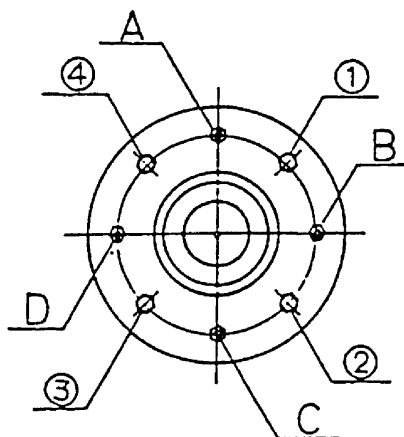

図 9-6
### 9.3.6 ドラムの芯出し調整 (図 9-6)
- ・ 主軸ベアリングケースを止めている取付けボルト及びナット 4 箇所(A～D)と、調整ボルト及びナット 4 箇所(①～④)で調整します。(図 9-6)
- ・ 例えば、ドラムの口金を機械正面より見て右に寄せたい場合、③、④と A,C,D のナットを少し緩め、③、④のボルトをドラムの口金を見ながら締め込みます。
- ・ 調整が終わったら、③、④と A,C,D のナットを締め込みます。
- ・ ベアリングケースをナット①～④の 4 箇所を取り外し、後方へ抜いてください。(図 9-6)